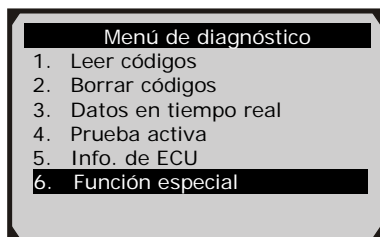

Figura 8.3
- 1) En la pantalla **Menú de diagnóstico** (Figura 8.3), use el botón **ARRIBA/ABAJO** para seleccionar la opción **Función especial** y realizar la prueba de EPB, la cual incluye **Reemplazo de cable de freno** y **Reemplazo de freno de mano eléctrico**.
1. Siga las instrucciones mencionadas anteriormente para ver la pantalla **Menú de diagnóstico**. (Figura 8.3)